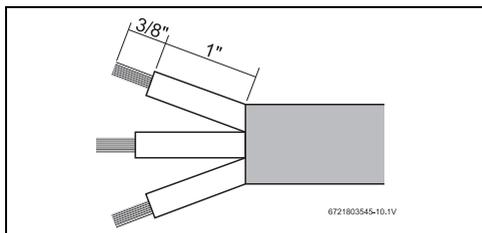

Fig. 5
- ▶ Ne pas installer dans les zones de protection 1 et 2 (→ Fig. 5).
- ▶ Dénuder l'isolation des câbles électriques sur environ $1\frac{3}{8}$ " (35mm). L'isolation des câbles de masse doit être dénudée sur environ $\frac{3}{4}$ " (9.5mm) (→ Fig. 5).